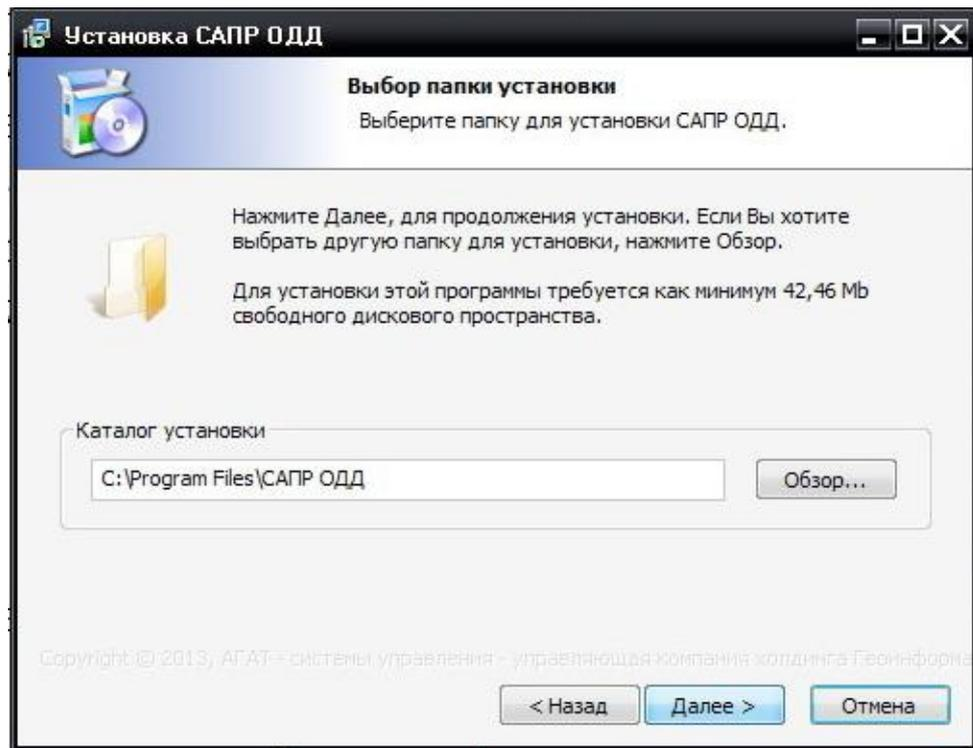

Рисунок 8
- 3) выбрать папку для установки, в которую будут помещены файлы, и нажать кнопку "Далее" (рис. 8);